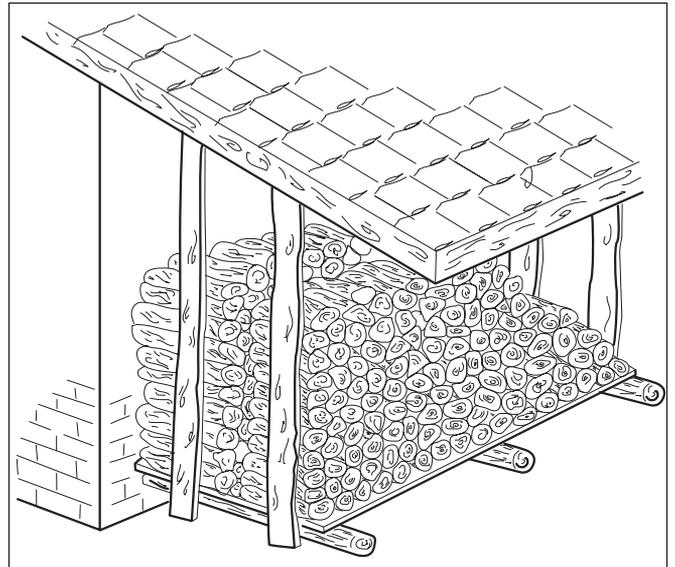

Abb. 18 Brennstofflagerung außerhalb von Gebäuden
- Stapeln Sie das Holz locker an einer Wand auf und stützen Sie es auf wenigstens einer Seite ab (Abb. 18).